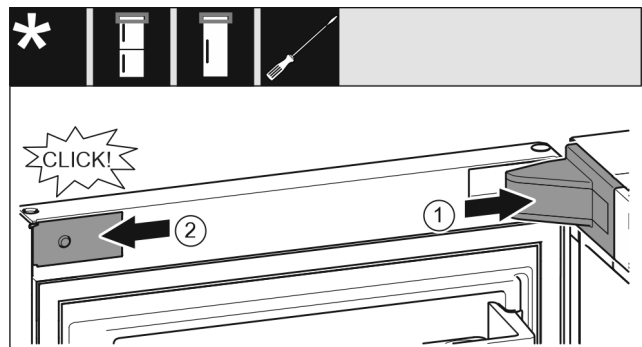

Fig. 19
- ▶ Sett på lagerdekselet og la det klikke på plass, ev. trykk det forsiktig fra hverandre. Fig. 19 (1)
- ▶ Sett dekselet på på siden, og la det klikke på plass. Fig. 19 (2)